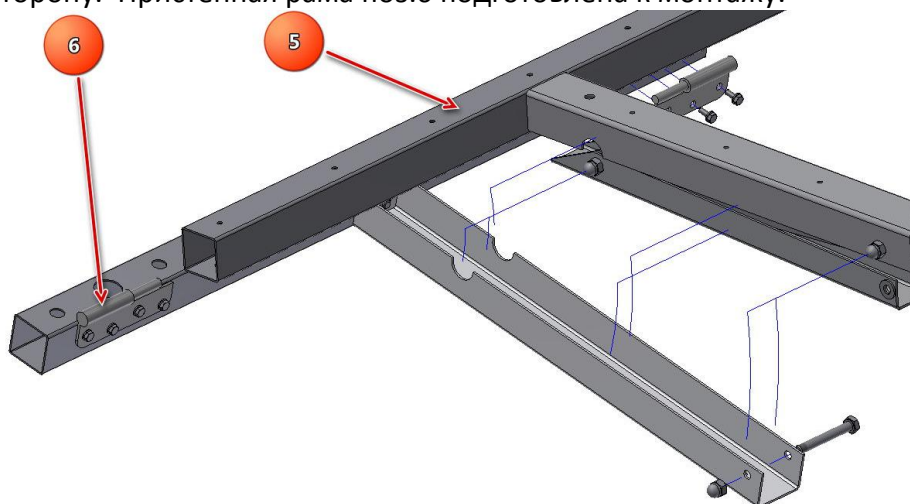

Рис.3
5. Приподнимите поворотную раму поз.5 вместе с ножкой и снимите ее с левой петли пристенной рамы поз.6 Рис.3, смещая поворотную раму вправо, а затем отложите ее в сторону. Пристенная рама поз.6 подготовлена к монтажу.